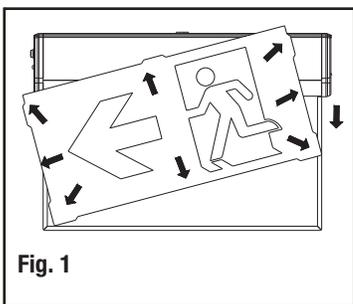

Fig. 1
1. Insert the pictogram into the body aluminum frame, make sure the pictogram direction is correct (Fig. 1).
1. Insérer le pictogramme dans le cadre en aluminium du boîtier, assurez-vous que le pictogramme soit orienté dans le bon sens (Fig. 1).